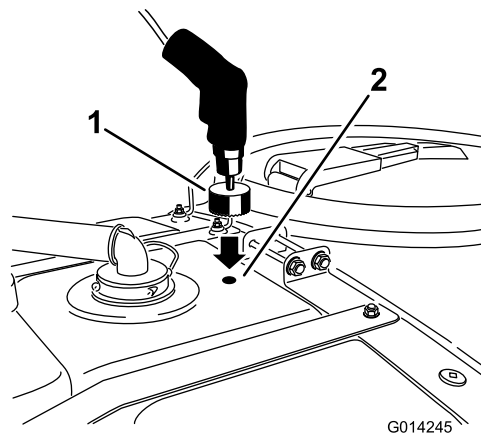

Рисунок 12
- Для сверления отверстия в отмеченном месте используйте кольцевую пилу диаметром 4,5 см. (Рисунок 12).